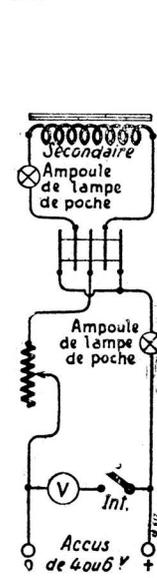

Fig. 8
**Charge d'accus :** on emploie le système de redressement des deux alternances, pour accroître le rendement du dispositif. On en arrive ainsi à la Figure 8 qui prévoit un fusible représenté par une simple petite